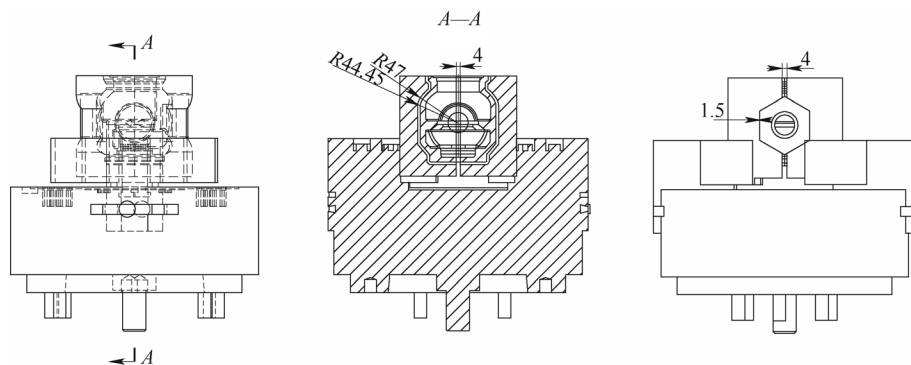

图2 夹具设计说明示意
2) 夹具改善思路：加工两半型腔，使用液压两爪卡盘或液压自定心卡盘夹持，采用六点定位原理，车削绿色部位作为装夹工件定位部位（V形块原理），红色为避空部位，避让2~3mm（见图2、图3）^[2]。